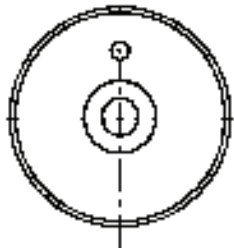

图 4-14 挡圈
绘制图 4-14 所示的挡圈。
5) 绘制小孔。单击“绘图”工具栏中的“圆”按钮, 以偏上位置的中心线交点为圆心绘制小孔, 最终结果如图 4-14 所示。